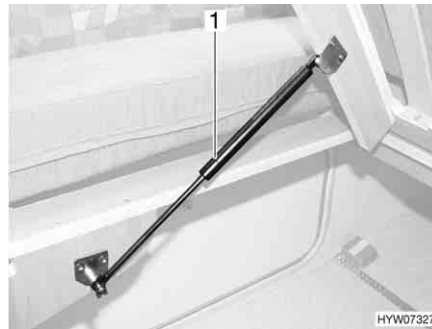

Fig. 85 Lit fixe
- Soulever le sommier à lattes. Les ressorts à pression de gaz (Fig. 85,1) maintiennent le sommier à lattes en position ouverte.